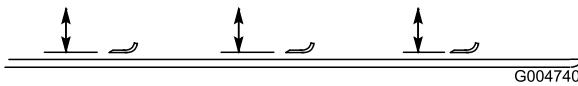

Figura 95
2. Gire la cuchilla hasta que los extremos estén orientados hacia adelante y hacia atrás (Figura 95). Mida desde el interior de la unidad de corte al filo de corte en la parte delantera de la cuchilla. Anote esta dimensión.